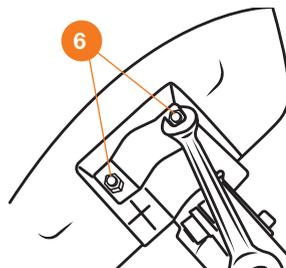

Рис. 8
- Накрутите на винты контящие гайки **6**, для предупреждения самопроизвольного открывания кожуха во время работы (Рис. 8).